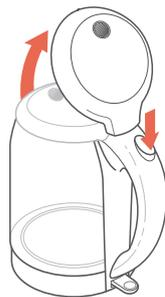

Fig. 1.1
3. Premere il **pulsante di rilascio del coperchio** per aprire il coperchio. [Fig. 1.1]